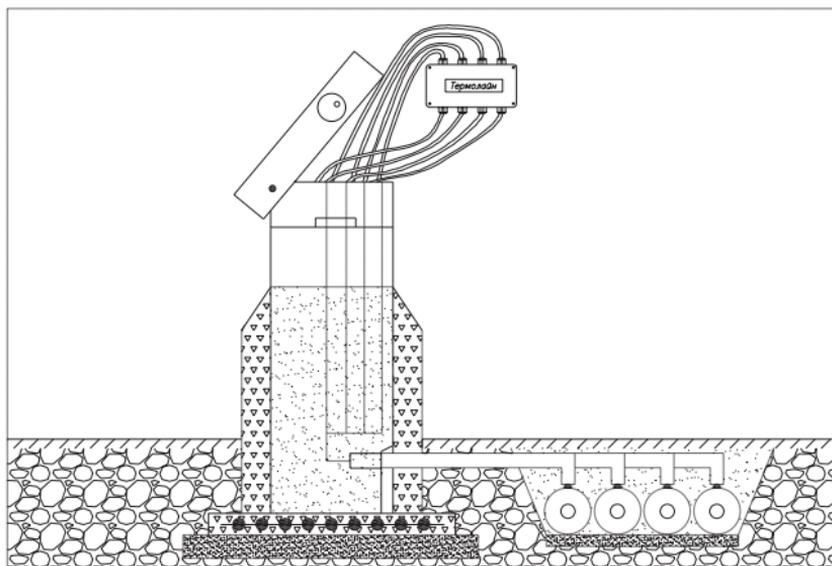

Рис. 11 «Установка терминала в наземном ковре»
15. При установке терминала в ковре (**Рис. 11**) пункты с 12 по 14 не выполнять.